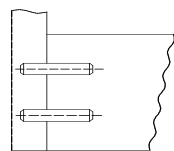

Рис.2
2. Соединить стенки вертикальные поз.2,3,4 с крышкой поз.5, со стенками горизонтальными поз.6,7 и ребром жесткости поз.10 с помощью эксцентриковой стяжки поз.011,012 - рис.1 с плинтусом поз.11 с помощью шкантов поз.031 - рис.2.